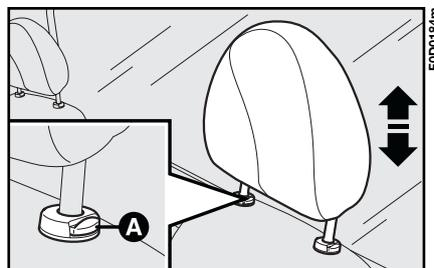

fig. 71a
- appuyer sur le bouton **A-fig. 71a** et déplacer l'appuie-tête verticalement en le réglant dans la position voulue;
Pour le ramener dans leur logement: appuyer sur le bouton de décrochage **A-fig. 71a** et baisser l'appuie-tête jusqu'à le faire rentrer dans son logement sur le dossier.
- 2) appuyer sur le bouton **A-fig. 71a** et l'enlever.